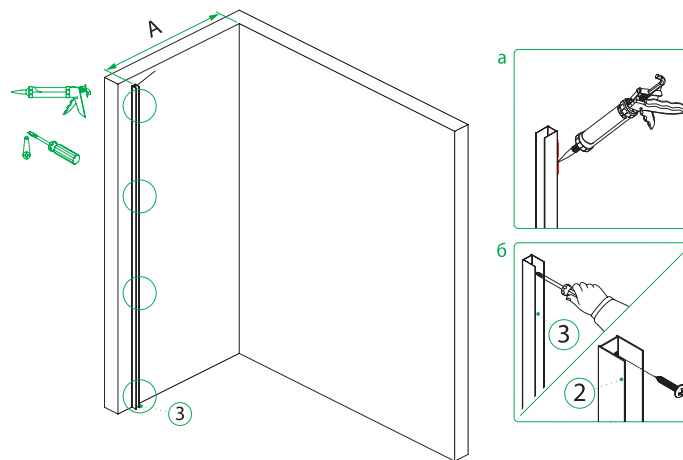

Рис. 7/7-сур.
- Приложите пристенный профиль (предварительно обработанный санитарным силиконовым герметиком со стороны стены, для полной герметизации, рис. 7-а) и зафиксируйте их с помощью шурупов (рис. 7-б).